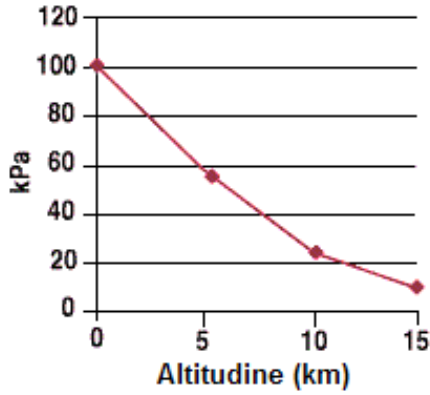

Figura 3a. Compresibilitatea gazelor este ilustrată prin presiunea aerului ca funcție neliniară de altitudine.
Gazele diferă de lichide din două puncte de vedere: sunt foarte compresibile și umplu complet vasul închis în care sunt plasate. Variația neliniară cu altitudinea a presiunii aerului, arătată în figura 3a este un exemplu al efectului compresibilității gazelor. Sub formă diferențială relația presiunii hidrostatice (2) pentru aer este (apare "-" fiindcă "h" e înălțime, nu adâncime):